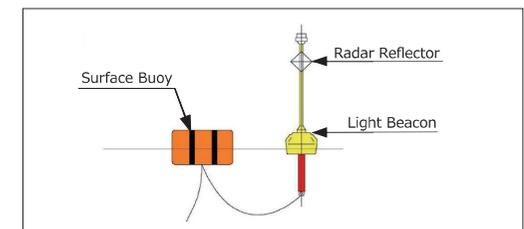

Fig. 5. Surface Buoy & Light Beacon
- ポンプ浚渫船は、表1に示す浚渫作業区域内でアンカーの投揚錨を行います。ポンプ浚渫船のアンカー位置には図5に示す、俵ブイ及び灯浮標（同期点滅）を設置し、作業区域を明示します。
(図5) 俵ブイ及び灯浮標
- The pump dredging ship will drop anchor within the dredging work zone as shown in Table 1. A surface buoy and light beacon (with synchronized blinking) will be installed at the location of the pump dredging ship's anchor, as shown in Fig. 5, to clearly indicate the working zone.
- 在图2至图5及表1所示的疏浚作业区域内，使用驳船装载式吸泥船实施航道疏浚。
- 吸泥船将在表1所示的疏浚作业区域内进行起抛锚作业。将在吸泥船的锚位设置图5所示的航标及灯浮标（同步闪烁），明确标示作业区域。